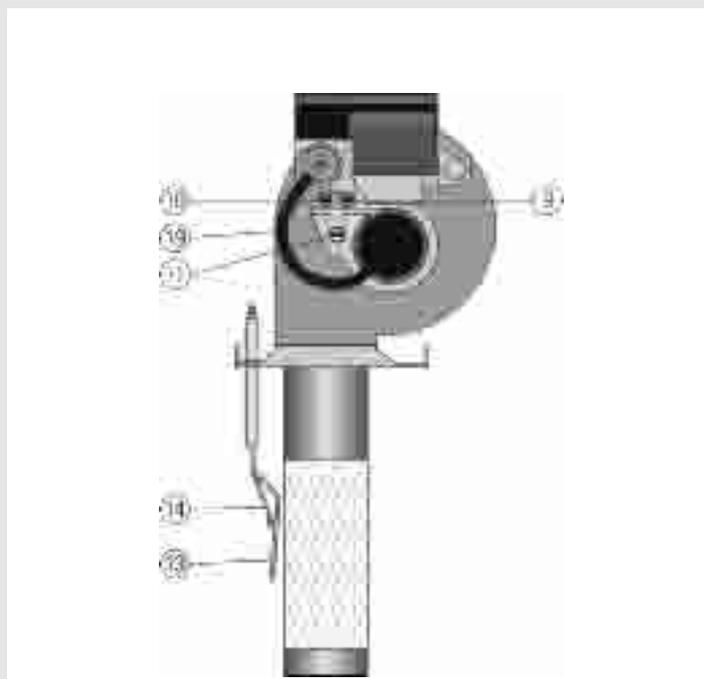

Fig. 4.4: bruciatore a gas vista laterale
La regolazione deve provvedere a mantenere costante l'afflusso di aria (valore I impostato) con ogni grado di potenza (**pos. 11 in fig. 4.4**).